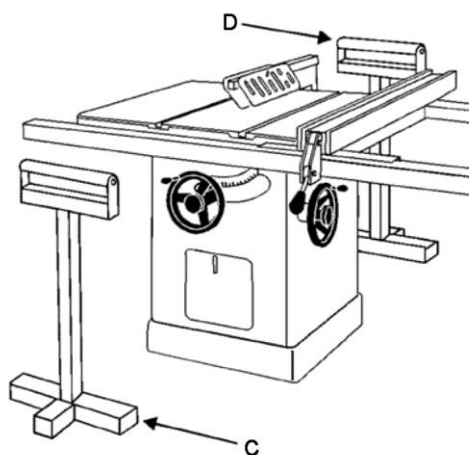

Рисунок 9-5
При распиловке длинных досок используйте опору перед столом (С, Рисунок 9-5), например, роликовую стойку, и опору или помощника сзади (D).